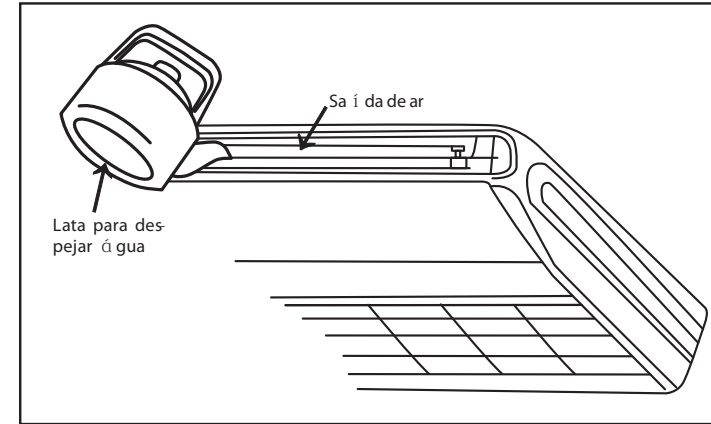

Fig.13
• Despeje 600 ml de água na bandeja do dreno para verificar o funcionamento do dreno. (Fig. 13) (Quando a mangueira de drenagem estiver conectada)